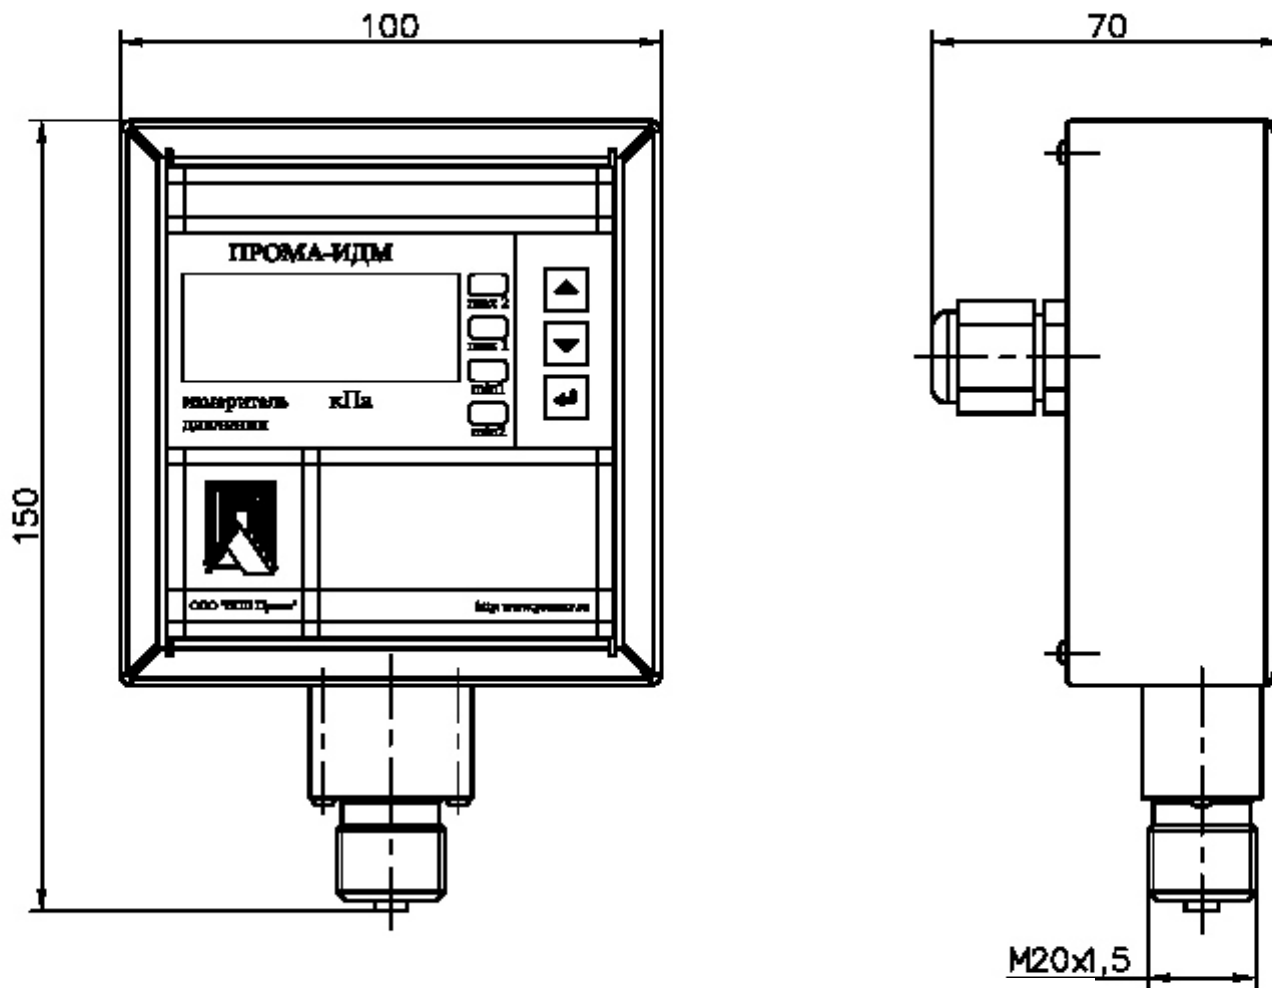

Рис. 3.1.Измеритель ПромА-ИДМ-ДИ,ДВ,ДИВ-Р (газ,жидкость).
- Рис. 3.1. Измеритель Прома-ИДМ-ДИ, ДВ, ДИВ-Р (газ, жидкость). Исполнение для штуцерно-резьбового монтажа. Габаритный чертеж.